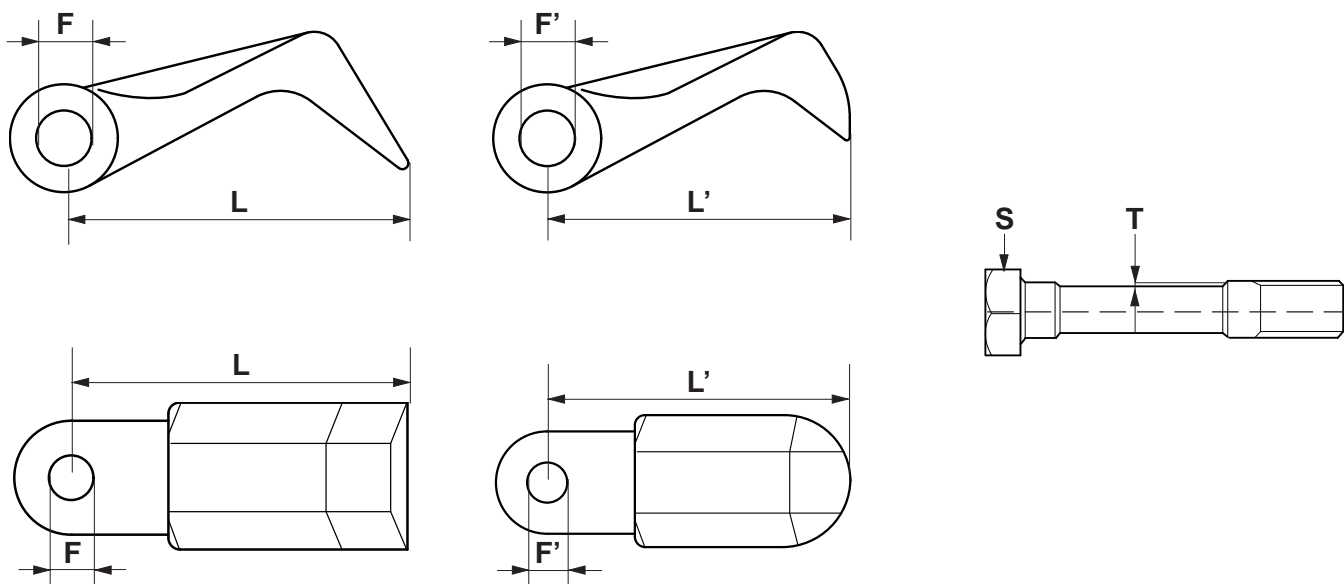

Fig. 20
- Il diametro del foro di fissaggio «F» non deve essere ovalizzato più di 2 mm, rispetto al diametro originale (Fig. 20).
- La lunghezza «L» dei coltelli non può scendere oltre 15 mm, rispetto alla lunghezza originale (Fig. 20).
- *The diameter of fixing hole «F» must not be ovalized more than 2 mm in relation to the original diameter (Fig. 20).*
- *Length «L» of the knives must not be allowed to become more than 15 mm shorter than the original length (Fig. 20).*
- diametrul orificiului de fixare «F» nu trebuie să fie ovalizat mai mult de 2 mm față de diametrul inițial (Fig. 20).
- lungimea «L» a cuțitelor nu poate să fie mai mică de 15 mm față de lungimea inițială (Fig. 20).
- L'usura «T» del perno è superiore a 2 mm (Fig. 20).
- Wear «T» on pin exceeds 2 mm (Fig.20).
- uzura «T» a bolțului este mai mare de 2 mm (Fig. 20).